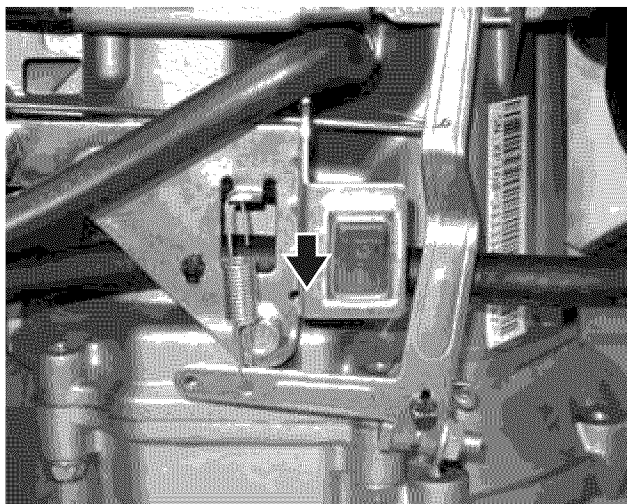

Figura 20 – Posición **ON/ENCENDIDO** del interruptor de parada del motor
4. Mueva el interruptor de parada del motor hacia abajo a la posición **ON/ENCENDIDO** (I) (ver Figura 20).